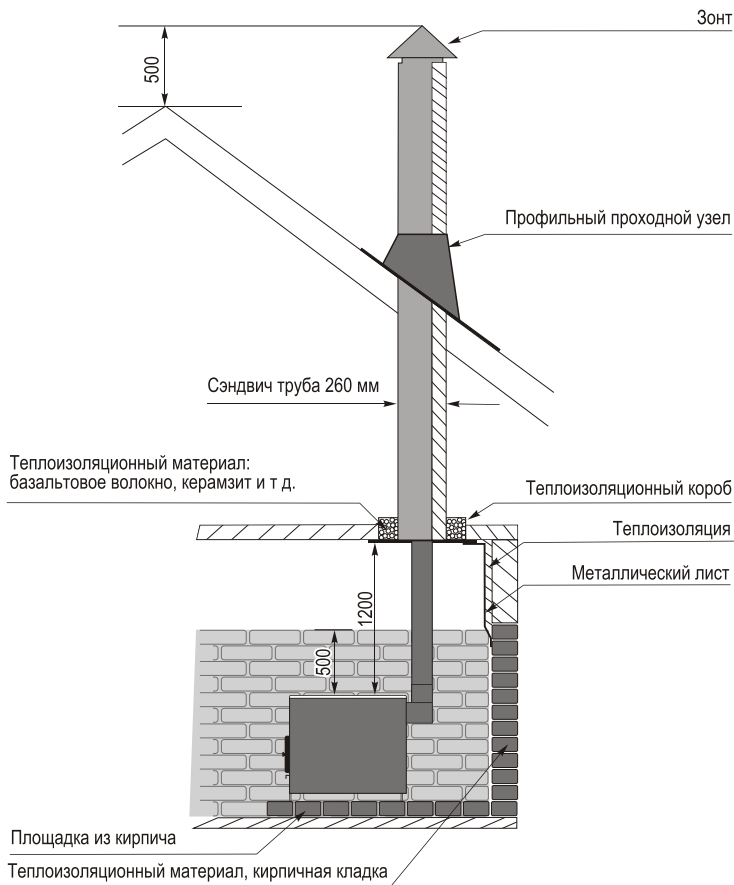

Рисунок 4. Схема установки печи (вид сбоку)
- Возвышение дымовой трубы над кровлей следует принимать (рис.4):